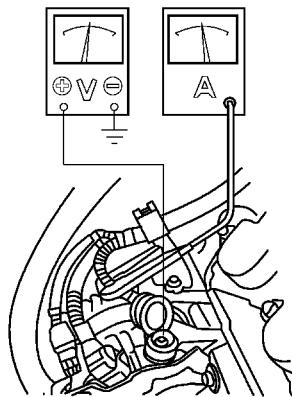

图 3-23 连接电流表和电压表
2) 如图 3-23 所示，连接电流表 (0 ~ 400A) 和电压表 (0 ~ 20V)。
2) 如图 3-23 所示, 连接电流表和电压表。